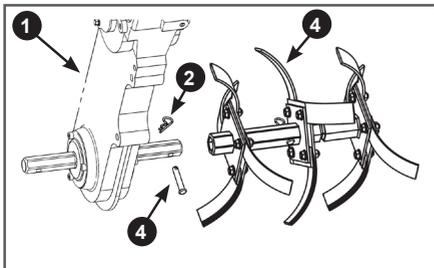

Рис. 19. Установка правой фрезы на вал редуктора
7. Установите фрезу 3 в сборе на выходной вал редуктора 1, совместите отверстия в вале и оси фрезы и вставьте палец 4. Зафиксируйте палец шплинтом 2 (Рис. 19).